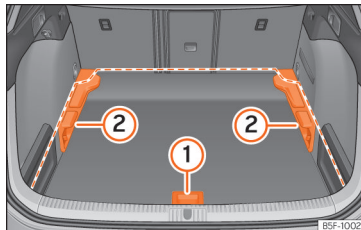
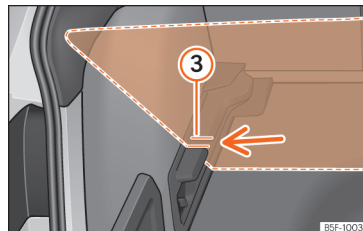

Fig. 147 Piano variabile del bagagliaio: posizioni.
Fig. 148 Piano variabile del bagagliaio: fessure inclinate.
- Per passare dalla posizione bassa a quella elevata, sollevare il piano mediante la maniglia » fig. 147 ① e tirarlo all'indietro finché la parte anteriore del piano non sarà completamente fuoriuscita rispetto ai supporti ②.
- Far scorrere il piano in avanti attraverso i supporti fino a farlo entrare in contatto con lo schienale dei sedili posteriori, e, successivamente, abbassare il piano con la maniglia ①.
- Per passare dalla posizione elevata a quella bassa, sollevare il piano mediante la maniglia » fig. 147 ① e tirarlo all'indietro finché la parte anteriore del piano non sarà completamente fuoriuscita rispetto ai supporti ②.
- Sollevare il piano con la maniglia » fig. 147 ① e spingerlo all'indietro fino a quando la parte posteriore del piano sarà fuoriuscita dalle fessure inclinate » fig. 148 ③.
- Far scorrere il piano attraverso tali fessure aiutandosi con la maniglia ① fino a quando non entrerà in contatto con lo schienale dei sedili posteriori e il piano sarà appoggiato sulle fessure.